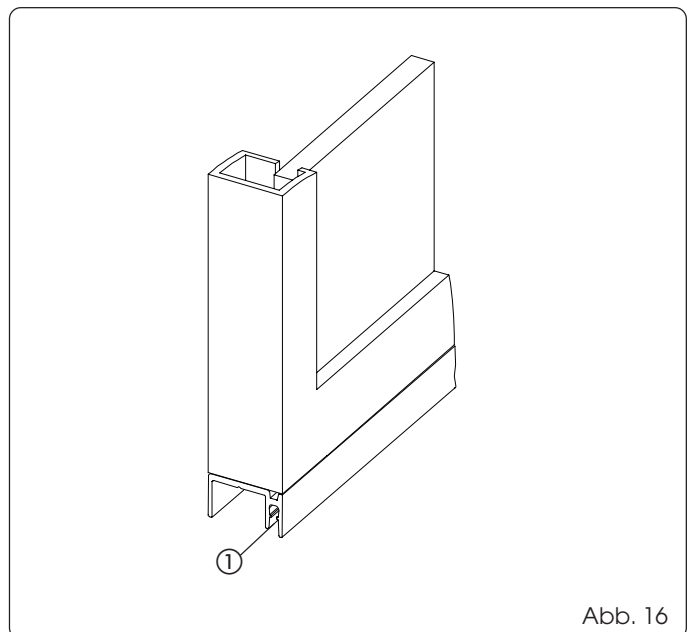

Abb. 16
Das untere Gleitprofil auf dieselbe Länge des Flügels schneiden und am unteren Teil befestigen, siehe Abb. 16.
Die Bürste (wenn vorgesehen) in die entsprechende Aufnahme des Gleitprofils einsetzen, siehe Abb. 16 Bez. ①.